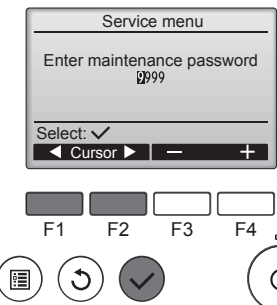

Fig. 6-2
- ① Selezionare "Service" (Servizio) da Menu princ, quindi premere il pulsante ④.
- ② Selezionando il Menu di Servizio, viene visualizzata una finestra che invita a digitare la password. (Fig. 6-2)